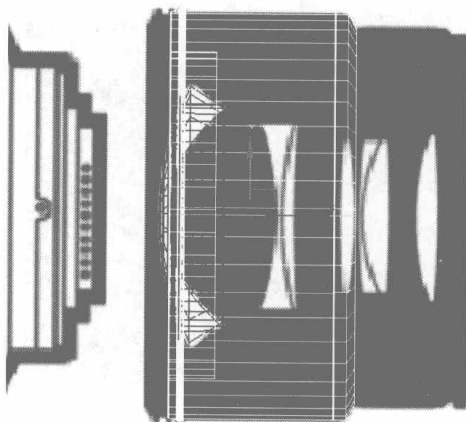
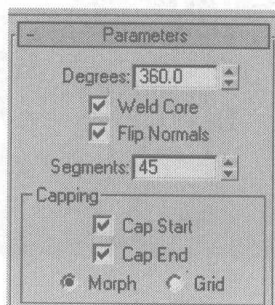
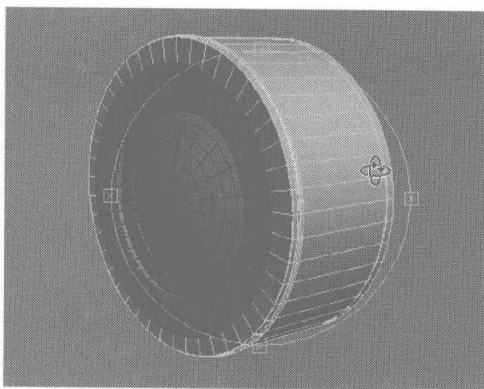

图 6.377
图 6.378
图 6.379
- 15 在 Modifier List 选项栏中选择 Lathe 命令，在 Parameters 卷展栏中单击  按钮，再在堆栈栏中打开 Lathe 层级，并选择 Axis 层级，在 Front 视图中沿 Y 轴向下拉伸调整镜头圈，如图 6.377 所示，并在 Parameters 卷展栏中设置参数，如图 6.378 所示，此时镜头效果如图 6.379 所示。